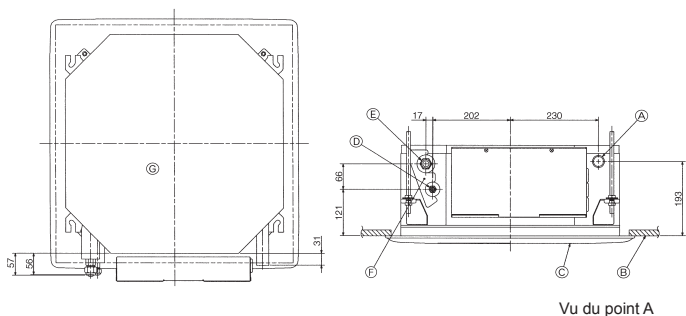

Fig. 3-1
3.1. Emplacement des tuyaux de réfrigérant et d'écoulement de l'appareil intérieur (Fig. 3-1)